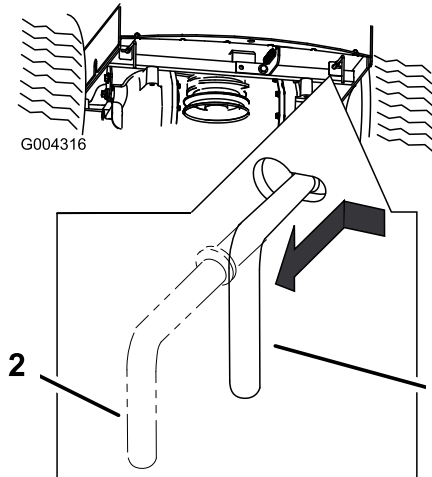

Figure 22
3. Déplacez les deux leviers de dérivation vers l'intérieur et poussez-les jusqu'à ce que la rondelle de la tige passe dans la fente (Figure 22).
4. Poussez les leviers vers l'extérieur pour les bloquer en position (Figure 22).
Déplacez chaque levier de dérivation vers l'intérieur puis tirez-les en arrière pour leur faire traverser entièrement la fente (Figure 22). Poussez les leviers vers l'extérieur pour les bloquer en position.